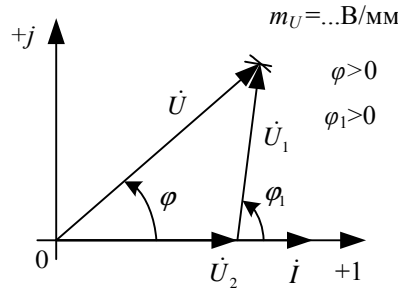

Рис. 3.4.
3. Вычислить напряжение на сопротивлении R_2 ; $U_2 = IR_2$. Записать его величину в табл. 3.3. Выбрать масштаб векторов напряжений m_U (В/мм). Принять начальную фазу тока равной нулю: $\dot{I} = I$. Отложить \dot{I} и \dot{U}_2 на комплексной плоскости вдоль оси абсцисс. Дополнить топографическую диаграмму напряжений векторами \dot{U}_1 и \dot{U} (все векторы напряжений строятся в одном масштабе m_U). Векторы напряжений образуют треугольник, одна из вершин которого лежит в начале координат, а найти другую можно с помощью засечек, сделанных циркулем. Пример векторной диаграммы показан на рис. 3.4.